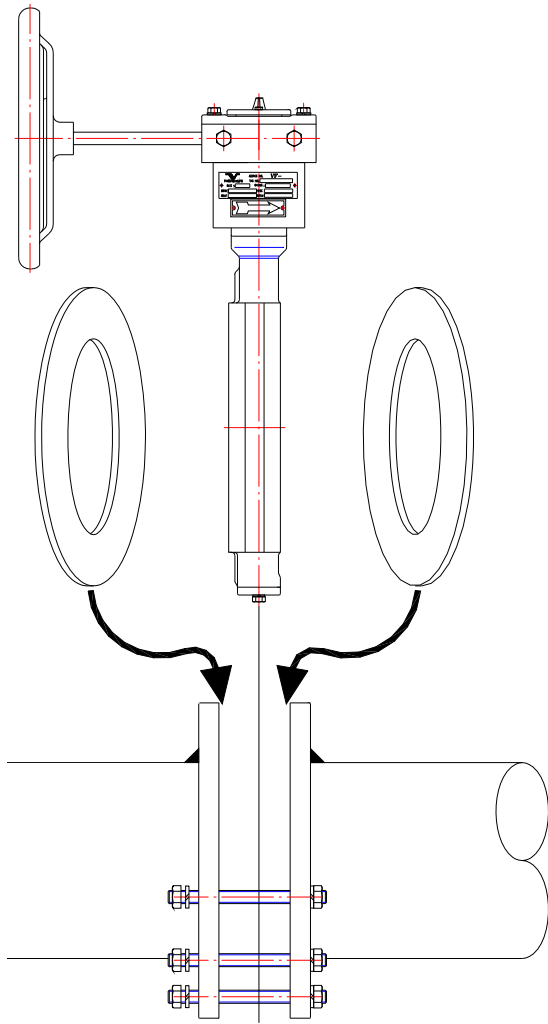

Fig.5
- 7.5 将您阀门依法兰接续方式将阀门、Gasket 装置于管在线。(Fig.5)
7.5 将您阀门依法兰接续方式将阀门、Gasket 装置于管在线。(Fig.5)